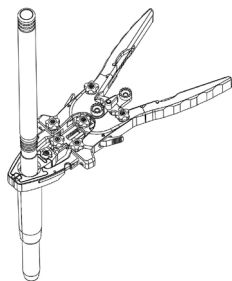

Figura 9
- Deslize o retrator e as lâminas colocadas sobre o **Dilatador de 18 mm** e até ao local da cirurgia (Figura 9).